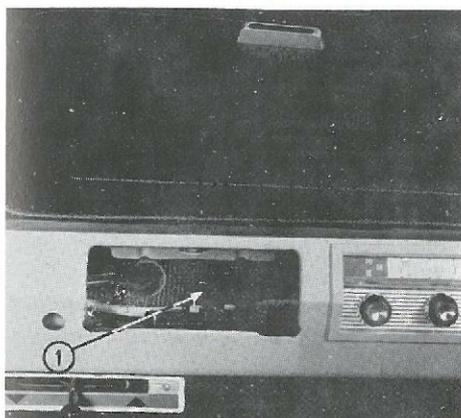

Abb. 38
Diese Klemme liegt hinter dem Aschenbecher bei ① (Abb. 38) und ist vorgesehen für eine Stromstärke von 10 Amp.